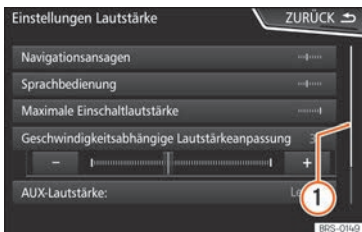

Abb. 177 Listeneinträge eines Einstellungsme-nüs.
Auf der rechten Seite befindet sich die Scroll-Leiste, deren Größe von der Anzahl der Listeneinträge abhängt » **Abb. 177** ①.